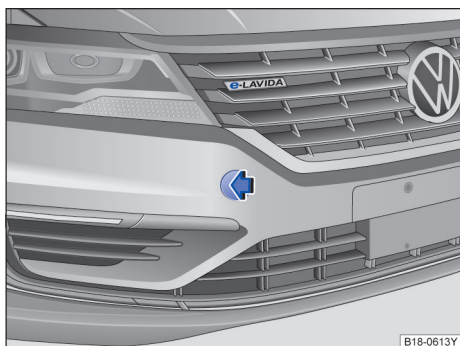

图 131 拆卸盖板
- 按压盖板的左侧区域⇒图 131（箭头），松开盖板的卡扣。